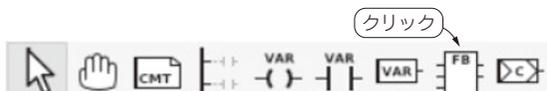

図1 ファンクションを入力したい場合はファンクション・ボタンをクリックする
1. OpenPLCエディタのツール・バーにあるファンクション・ボタンをクリックする（図1）。